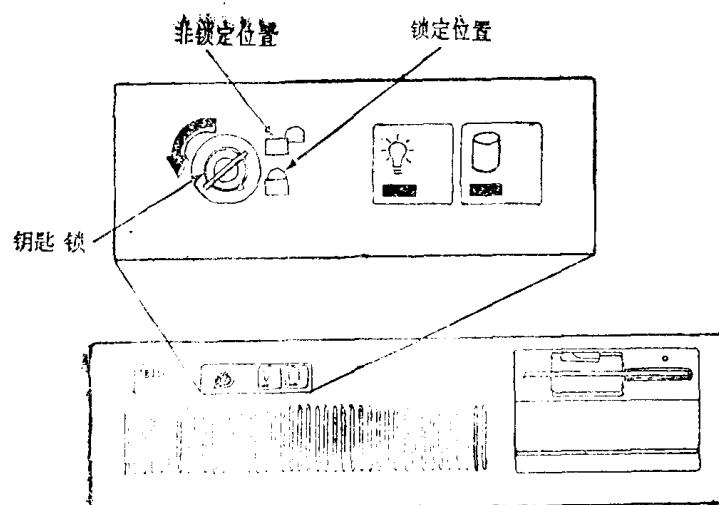

图 2.1-1
3. 确证钥匙锁是处于非锁定状态（将钥匙逆时针旋转后取出钥匙）。（见图2.1-1）